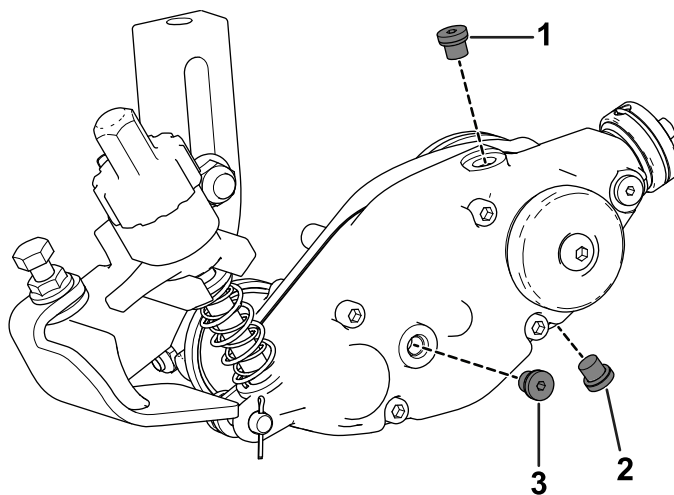

Figura 11
4. Rimuovete il tappo di riempimento nella parte superiore dell'alloggiamento del groomer (Figura 11).